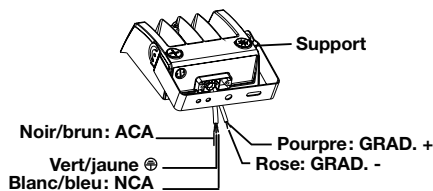

figure 4
Étape 2 : complétez la connexion de câble en respectant le bon mode de connexion (portez attention au fil positif, au fil négatif et au fil de mise à la terre) (figure 4);